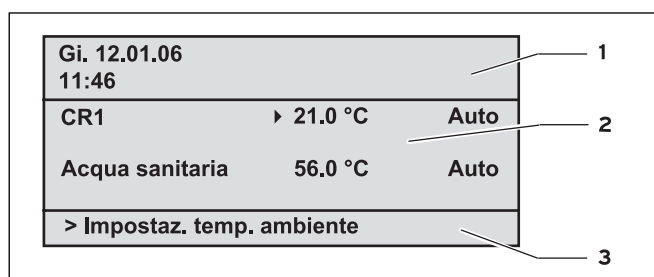

Fig. 4.2 Panoramica display (esempio di visualizzazione base)
- visualizzazione base (fig. 4.2)
Il principio d'uso descritto di seguito si applica alla visualizzazione base (fig. 4.2) e alle diverse pagine di visualizzazione/immissione del livello utente.
Situazione di partenza: ci si trova nella visualizzazione base (vedere fig. 4.2). Per accedere alla visualizzazione base, consultare il cap. 4.3.3.
Cliccando con una manopola di configurazione o con entrambe le manopole, si passa dalla visualizzazione base semplificata alla successiva pagina del display (vedere fig. 4.2).